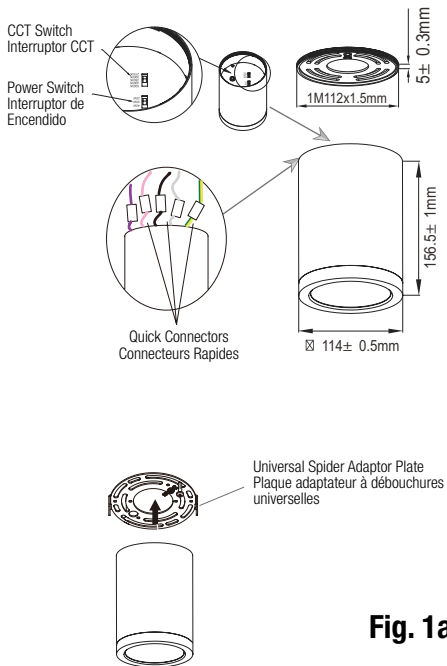

Fig. 1a
1. Select the desired LED color temperature and power using the switches inside the cylinder (Fig.1a detail).
1. Sélectionnez la température de couleur et la puissance souhaitées de la LED à l'aide des interrupteurs à l'intérieur du cylindre (détail Fig.1a).